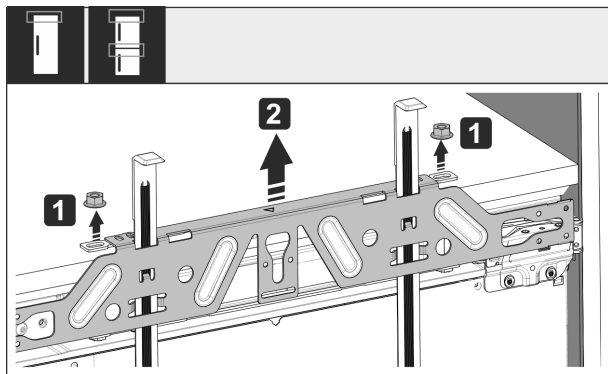

Fig. 58
- Uvoľnite poistné matice Fig. 58 (1).
- Odoberte upevňovaciu traverzu Fig. 58 (2).